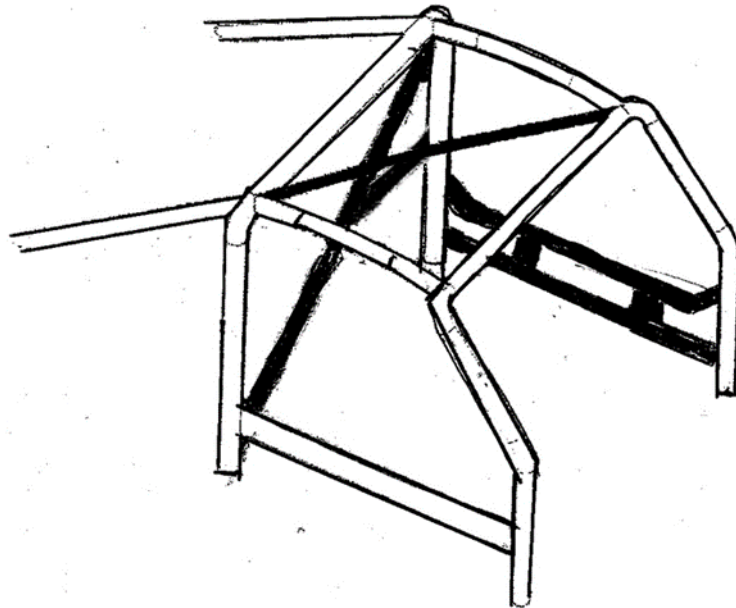
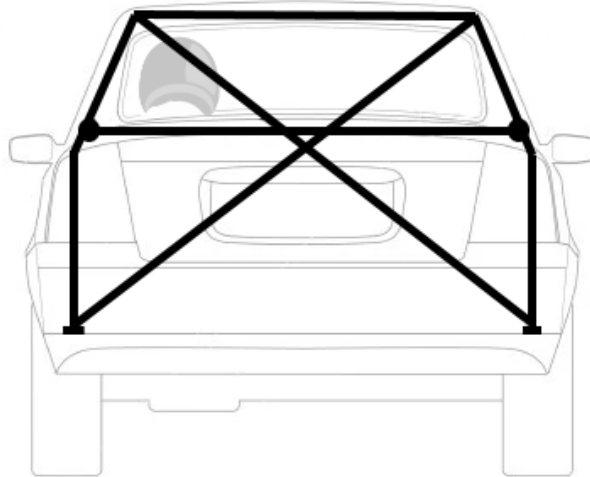

Abbildung 3: Überrollkäfig verstärkte Klasse
Abbildung 6: X-Bügel mit Querstange Taxi
1. Ein Quer-Rohr oder Überrollbügel reicht nicht aus. Es ist mindestens ein Überrollbügel mit X-Diagonal-Rohre und einem Quer-Rohr gemäß Abbildung 6 oder einem Überrollkäfig gemäß Abbildung 3 vorgeschrieben. Die Materialstärken sind aus den Kapiteln Überrollbügel/Überrollkäfig zu entnehmen.